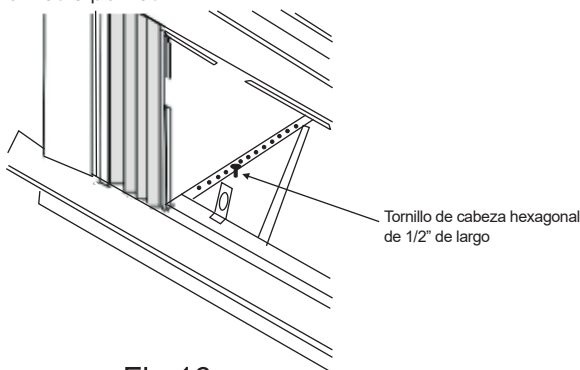

Fig.16
3. Instale los soportes de apoyo (con los soportes de ángulo del umbral colocados) en el orificio correcto en la parte inferior del gabinete, como se muestra en la Fig. 16.